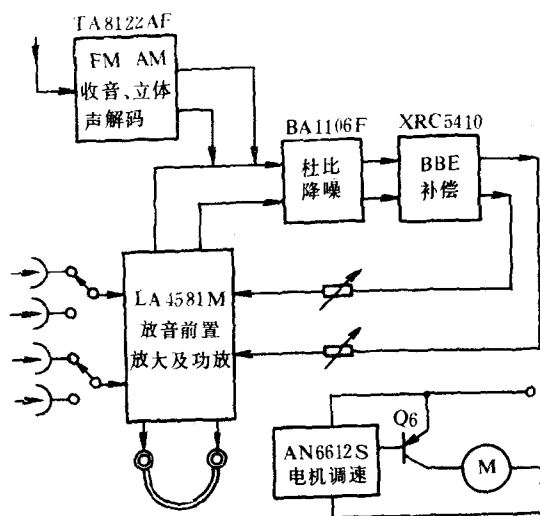
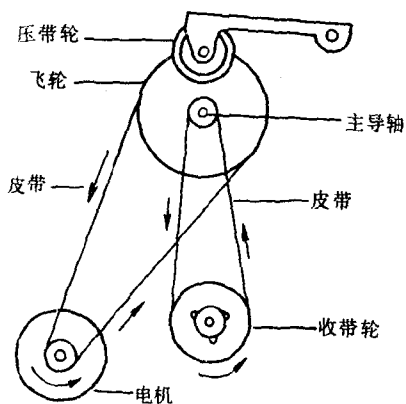

图 6
图 7
日本爱华公司生产的微型收录机,其品种繁多,档次齐全,具备各种功能,在我国深受用户欢迎,市场销量较大。其基本电路原理框图如图 6(HS-T40 型)所示。它是爱华系列机型的典型电路,并可参考 HS-T40/T40A 原理图。
袖珍音响一般采用微型机芯,比一般音响使用的机芯精巧,结构紧密。机械性故障主要是由走带机构不良所致。以低档单放机机芯为例,通常采用三键式控制走带机构,如图 6 所示。即一个主键放音,另有两个键分别是快进和停止或出盒键。
放音时,按下放音键,控制机芯开关,接通电源,启动片带带动皮带驱动飞轮转动,同时压带轮将磁带压靠到主导轴上,由主导轴与压带轮的滚动磨擦,牵引磁带匀速运行,由磁头紧贴磁带上拾取信号。与此同时,主导轴通过另一条传动皮带,带动收带轮转动,使磁带收卷。收带轮的轮盘与收带轴之间有“打滑”机构,靠它们之间的滑动摩擦力形成的收带力矩可以使磁带卷紧。也有部分机型机芯卷带机构不采用传动皮带带动,而采用齿轮啮合,克服了皮带传动力矩不稳的缺点,如图 7 所示。
①电源没有接通,检查供电回路,电池是否耗尽,外接小整流器是否供电正常,电池含正负极弹簧片是否接触可靠,外供电接插孔是否接触良好,机芯控制开关是否接通。
②电机不转,检查电压是否加上,电机本身是否有死点,力矩不点头,启动不了。
③走带机构,如图 6、图 7 组件失常。常见传动皮带松脱、断裂、变形伸长、磨损无弹性、表面粘油,传动力矩严重不足,阻尼大,启动不了。放音键按下不到位,或滑片变形,不能控制机芯开关,接通电机电源。